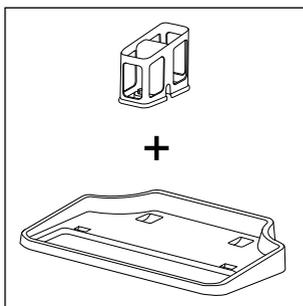
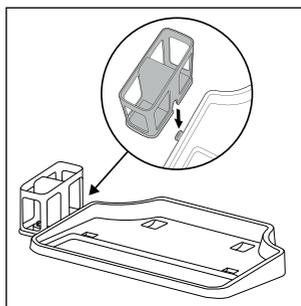

Fig. 4
Fig. 5
- ◆ La estación de soporte y limpieza se compone de una base **4** y de un soporte para el rodillo de cepillos **5** (consulte la fig. 4). Para montar la estación de soporte y limpieza, introduzca el soporte para el rodillo de cepillos **5** lateralmente en el orificio de la base **4**. Desplace el soporte para el rodillo de cepillos **5** hacia abajo e introdúzcalo en el orificio hasta que quede encastrado en la base **4** (consulte la fig. 5).